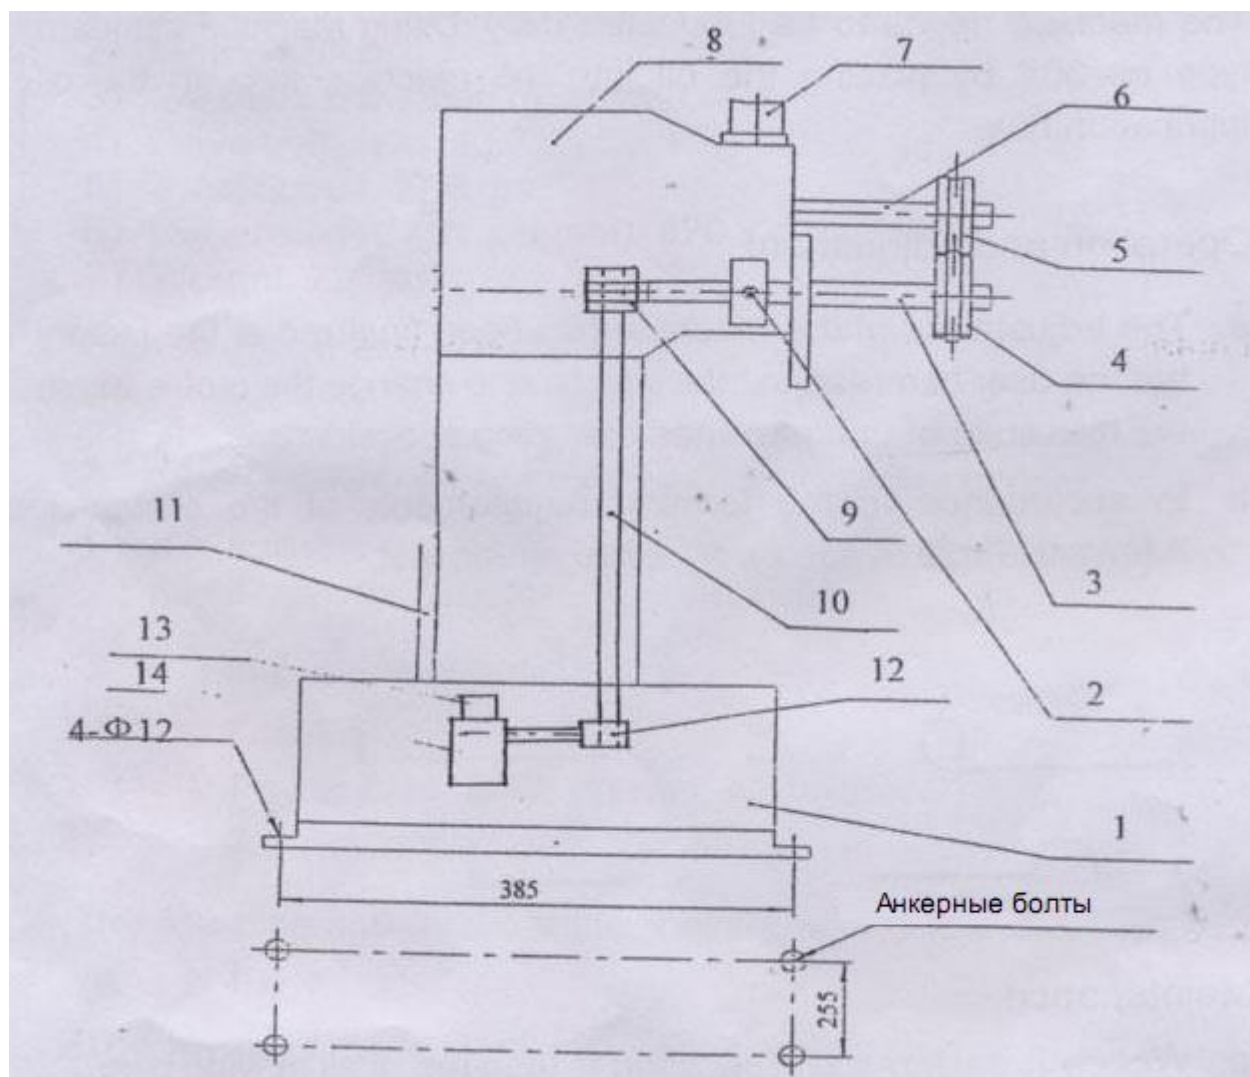

Рис. 1 Схема станка
- a. Система позиционирования включает раму (1), суппорт (2) и шасси (8), см. Рис. 1. Рама изготовлена из стальных уголков и листов.
- b. Силовая передача/приводная система включает электродвигатель (13), малую шестерню (11) большую шестерню (9) редуктор (14) вал верхнего ролика (6), вал нижнего ролика (3) цепной привод (10), которые приводят в движение ролики.
- b) Расстояние до направляющей пластины регулируется путем ослабления болта (2) в соответствии с шириной фланца и рамы. Затянуть болт после регулировки.